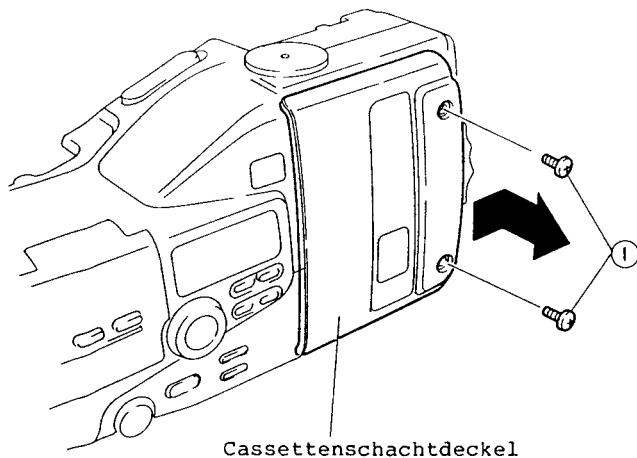

Abb. 2-5
1. Zwei (2) Befestigungsschrauben des Cassettenschachtdeckels entfernen und den Cassettenschachtdeckel in Pfeilrichtung abnehmen (siehe Abb. 2-5).
4. Den Cassettenschachtdeckel abnehmen (siehe Abb. 2-5).